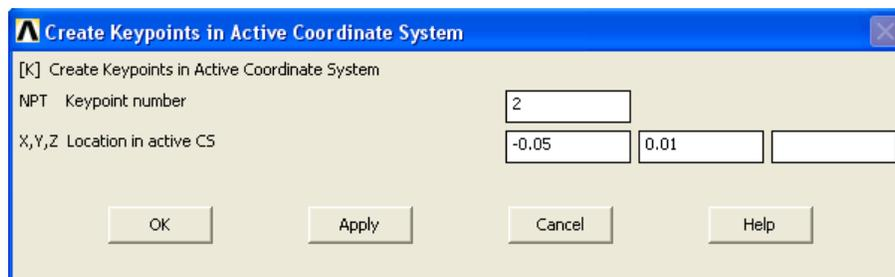

Рисунок 58. Создание 2-ой ключевой точки
- 2-я ключевая точка имеет координаты $(-0.05; 0.01)$ (Рисунок 58).